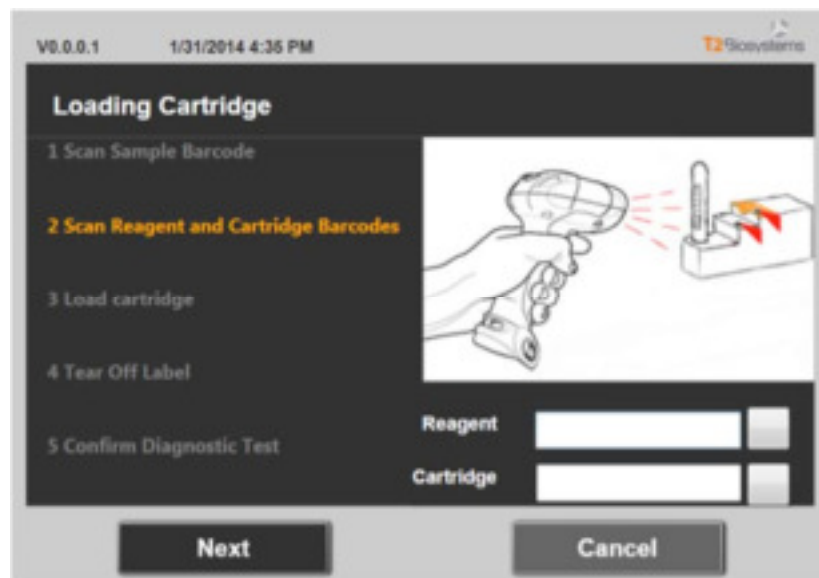

Abbildung 15. Bildschirmansicht „Scan Reagent and Cartridge Barcodes“ (Reagenz- und Kartuschen-Strichcodes scannen)
1. Während des Vorganges „Scan Reagent and Cartridge Barcodes“ (Reagenz- und Kartuschen-Strichcodes scannen) den grauen Kasten neben dem Reagenzien-Feld unten rechts auf dem Bildschirm antippen (Abbildung 15).
1. Während des Vorganges „Scan Reagent and Cartridge Barcodes“ (Reagenz- und Kartuschen-Strichcodes scannen) den grauen Kasten neben dem Kartuschen-Feld unten rechts auf dem Bildschirm antippen (Abbildung 15).